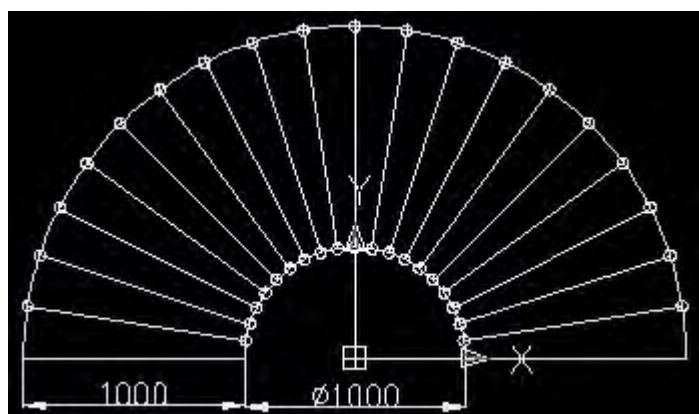

Рис. 75. Винтовая лестница в плане
1. Провести расчет лестницы. При высоте стены 3000 мм и высоте шага 150 мм количество ступеней равно $3000 / 150 = 20$ шт. О форме ступени можно судить, начертив лестницу в плане (рис. 75).